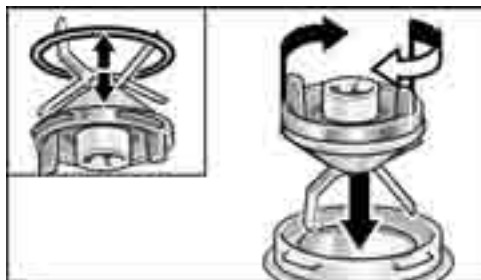

Figura 11
2. Para el armado o desarmado de la unidad de cuchillas con la licuadora, introduzca la unidad de cuchillas en la jarra, presionando la unidad de cuchillas hacia abajo. Gire ahora en sentido horario, hasta los topes. Ver figura 11.